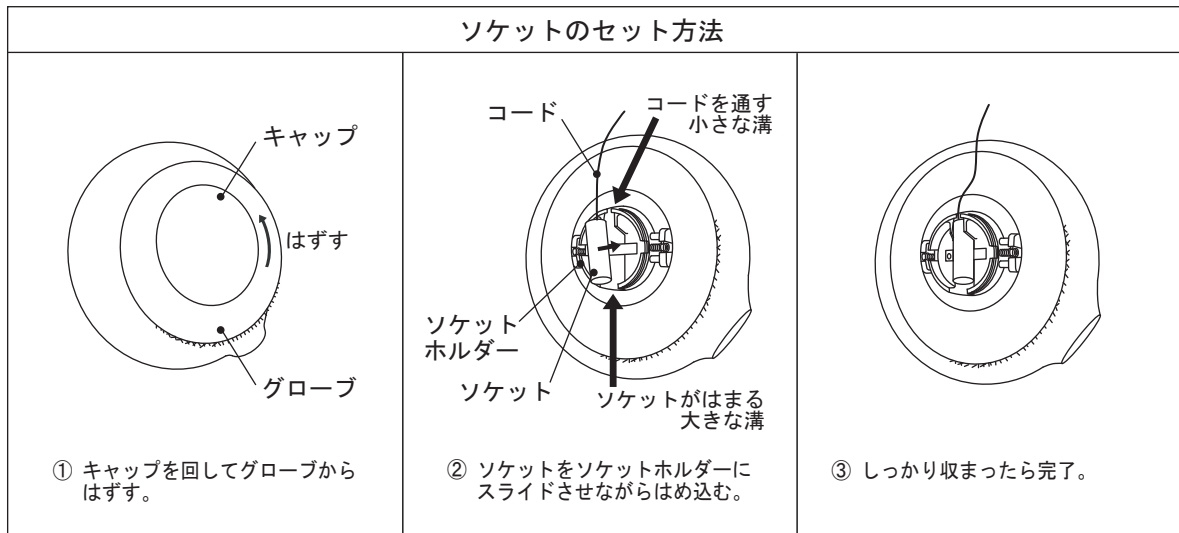

図 10
① 銅線の先端にある2本のピンをソケットの穴に合わせ、真っ直ぐに奥までさし込んでください。(図10参照)